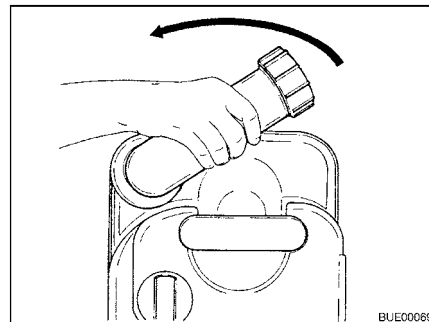

Fig. 154 Ruotare il bocchettone di scarico
- Ruotare il bocchettone di scarico verso l'alto (Fig. 154).